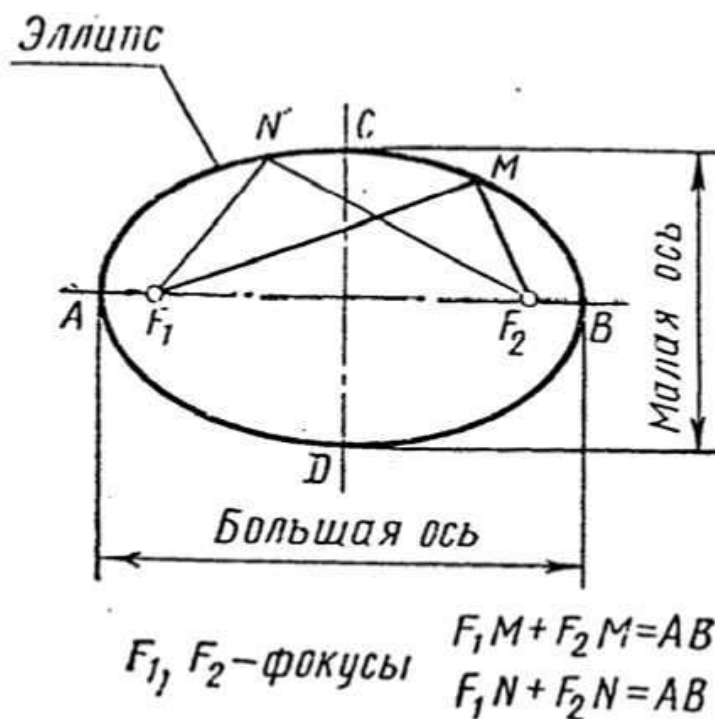

Рис. 36. Эллипс
**Эллипс** - это замкнутая кривая. Его большая и малая оси есть оси симметрии. Точки  $F_1$  и  $F_2$  - это фокусы эллипса. Сумма расстояния от любой точки эллипса (от  $M$ , от  $N$ , ...) до фокусов  $F_1$  и  $F_2$  есть величина постоянная. Она равна большей оси  $AB$ . Например,  $F_1M + F_2M = AB$ ,  $F_1N + F_2N = AB$  (рис. 36).